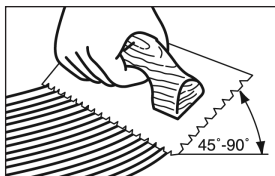

Figura 12
- Mantenga firmemente el palustre a un ángulo de 45° (Figura 12) contra el contrapiso para obtener una tasa de cubrimiento por galón de 50-60 pies² (4-5.5 m²), 20-30 pies² (1.85-2.8m²) por galón para esparcir el Bruce® Summit Select o Bruce® ProConnect Plus con los palustres incluidos). El palustre dejará crestas de adhesivo y muy poco adhesivo entre las crestas. Este método le permitirá continuar viendo los cordeles entizados entre las crestas y le proporcionará el índice de dispersión recomendado.